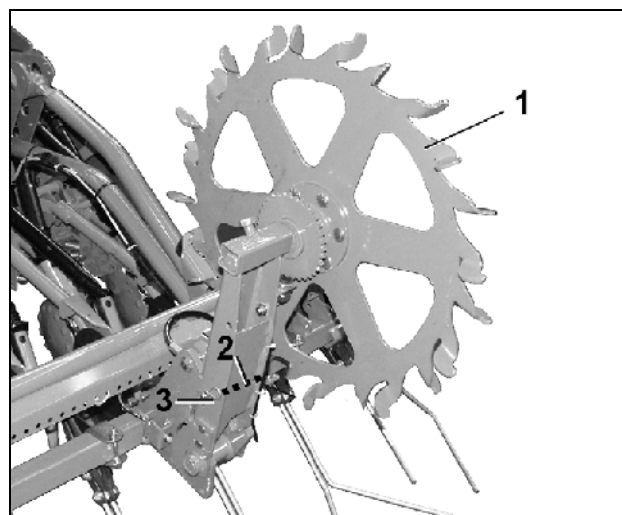

Рис. 113
- Колесо с почвозацепами поднимите рукой (Рис. 113/1), быстро освободите пружинный замок (Рис. 113/3), извлеките крепежный палец и опустите колесо с почвозацепами.